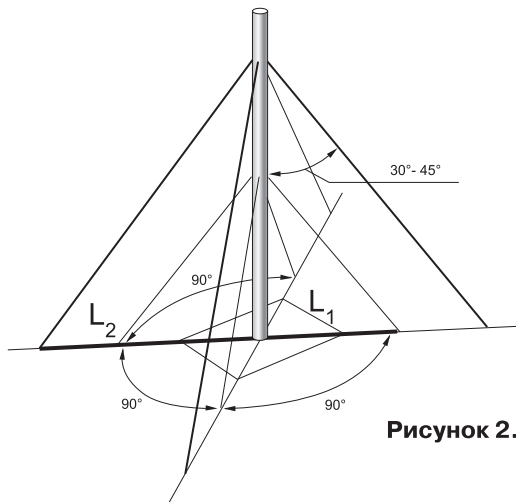

Рисунок 2.
- 7.3. Для увеличения несущей способности мачты и уменьшения нагрузки на ветви оттяжек и элементы крепежа следует увеличивать угол между вертикальной осью мачты и оттяжкой. (См. рис. 2) Для этого следует выбирать максимальные значения из приведённых в плане монтажа.